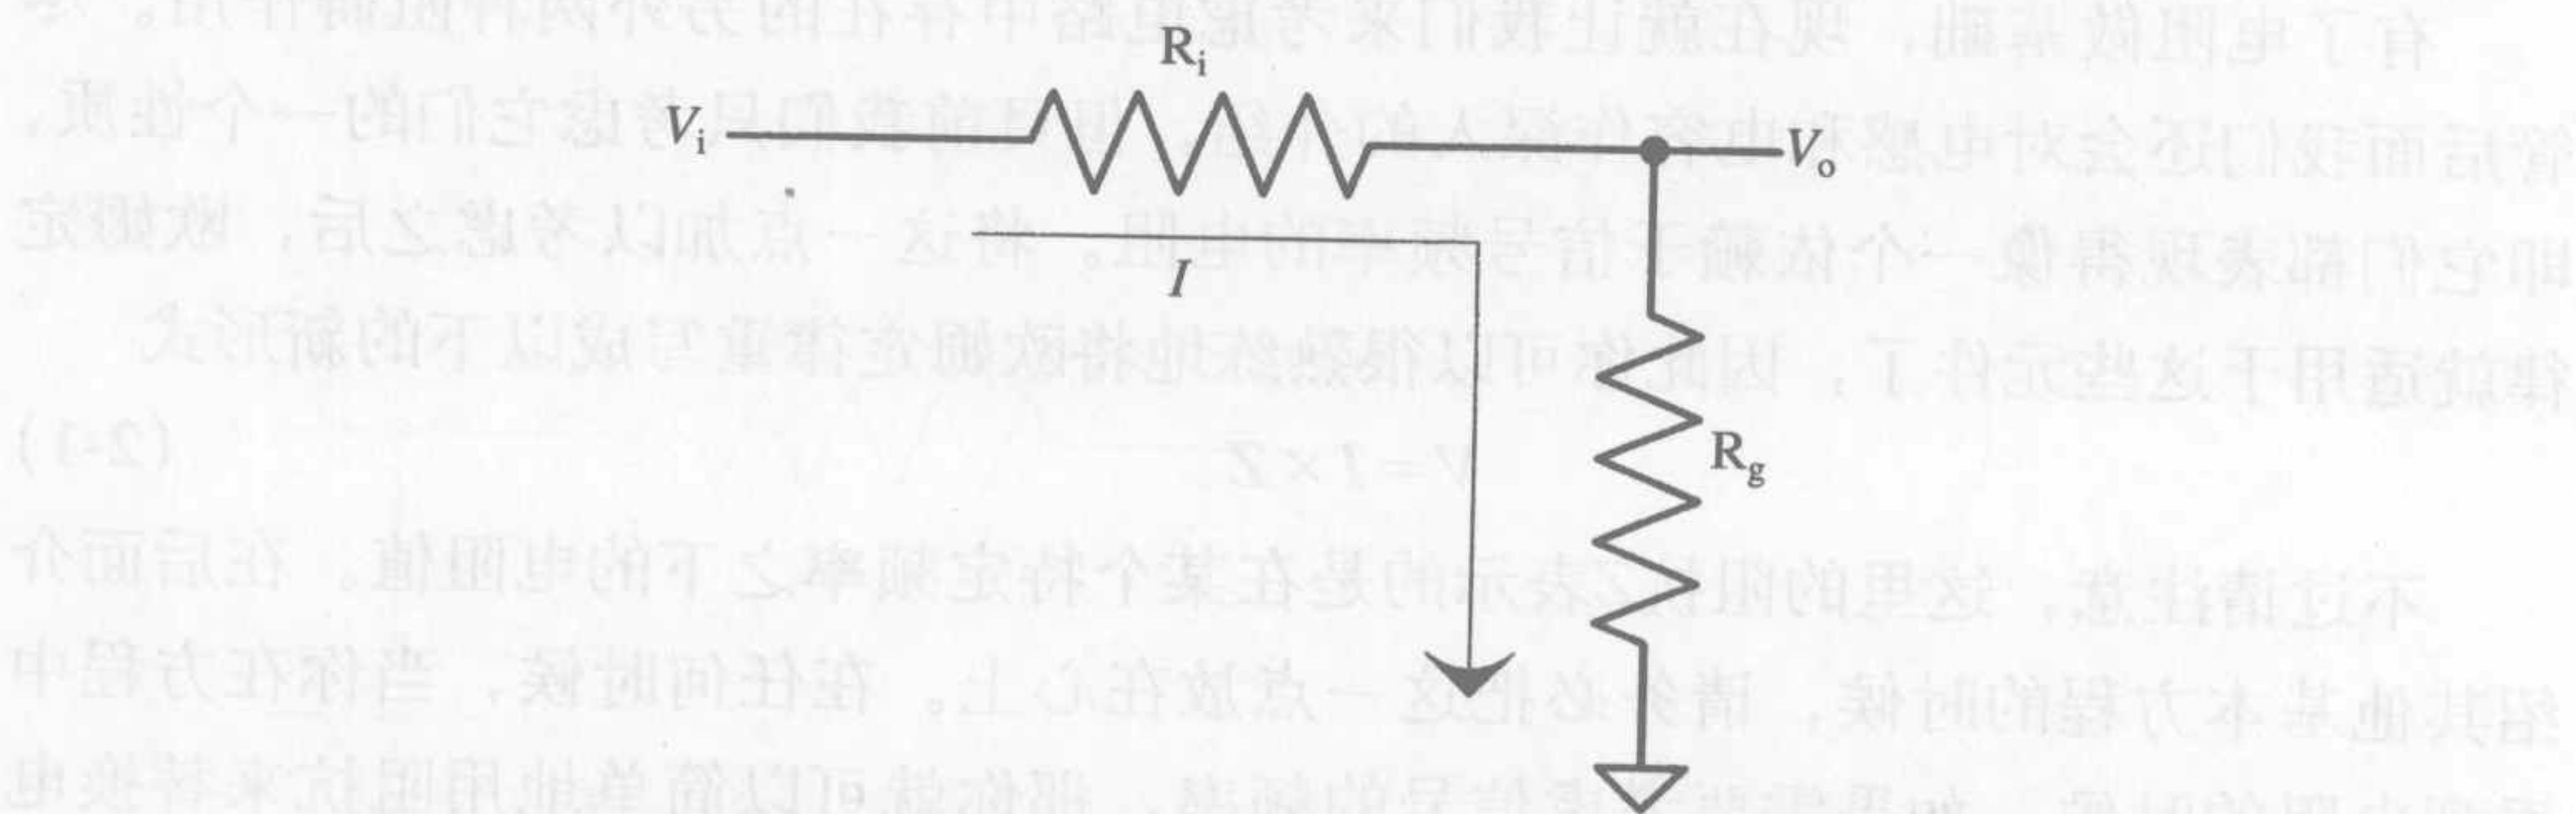

图2-5 输入电压经过分压，输出得到的电压降低了
在大多数情况下，我们看到的是用 $R_1$ 和 $R_2$ 来表示的形式。我把它们改成了 $R_g$ （代表接地端的 $R$ ）和 $R_i$ （代表靠近输入端的 $R$ ），以提醒自己哪个是连接到地的，哪个是串联在上方的。如果你接反了，那你得到的输出将是图2-5中 $R_i$ 两端的电压，而不是输出上的电压（图2-5中 $R_g$ 所对应的位置上的电压）。在分析这种电路时，若增益①看起来不对劲，那有可能是你把两个电阻值交换了位置。